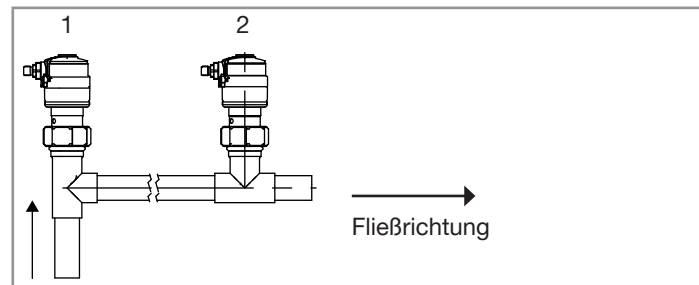

Abb. 9: Montagepositionen des Fittings / der Geräteeinheit im Rohr.
Wenn der pH-Wert oder das Redoxpotential in Flüssigkeiten gemessen wird, die Feststoffe enthalten, die Ablagerungen am Rohrboden hinterlassen können, ist Einbaulage 1 (siehe Abb. 9) zu verwenden.
- Eine geeignete Position im Rohr wählen, um das Fitting zu installieren. Abb. 9 zeigt die bevorzugte Montageposition „1“ für ein Gerät mit Leitfähigkeitssensor  $C=0,1$  oder  $C=0,01$ .